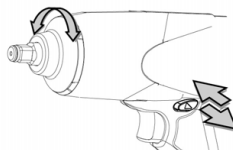

Fig. 5
4. Gebruik de staaf voor vooruit/achteruit op de aandrijfeenheid om de machine de andere kant op te laten werken (zie fig.5). De aanwijzingen voor de rotatie worden ook weergegeven op de voorkant van de balk.